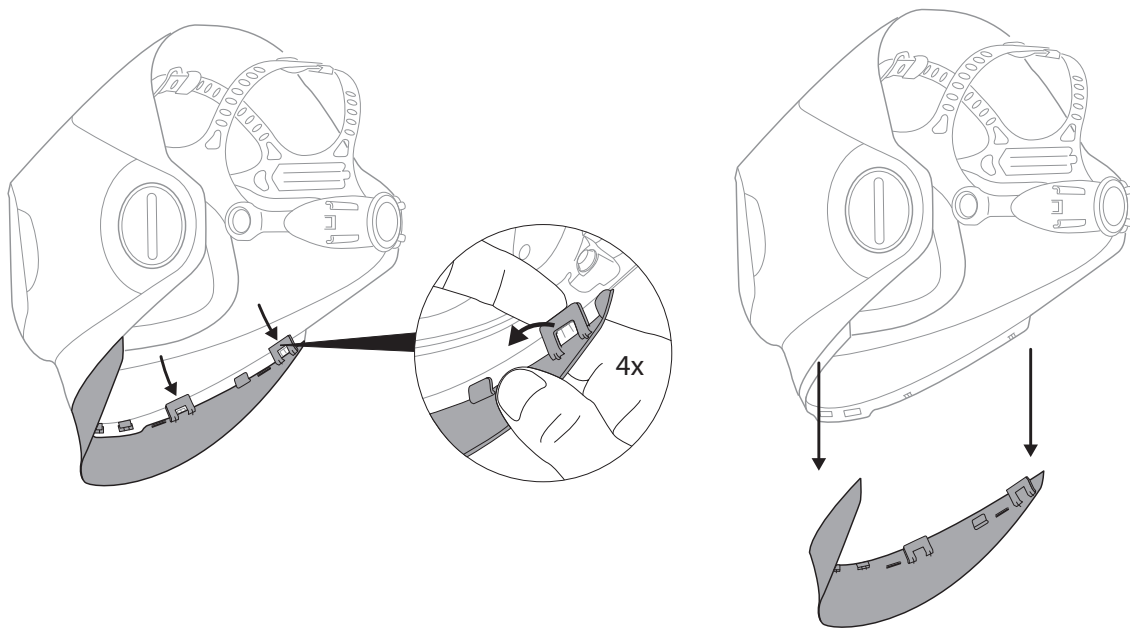
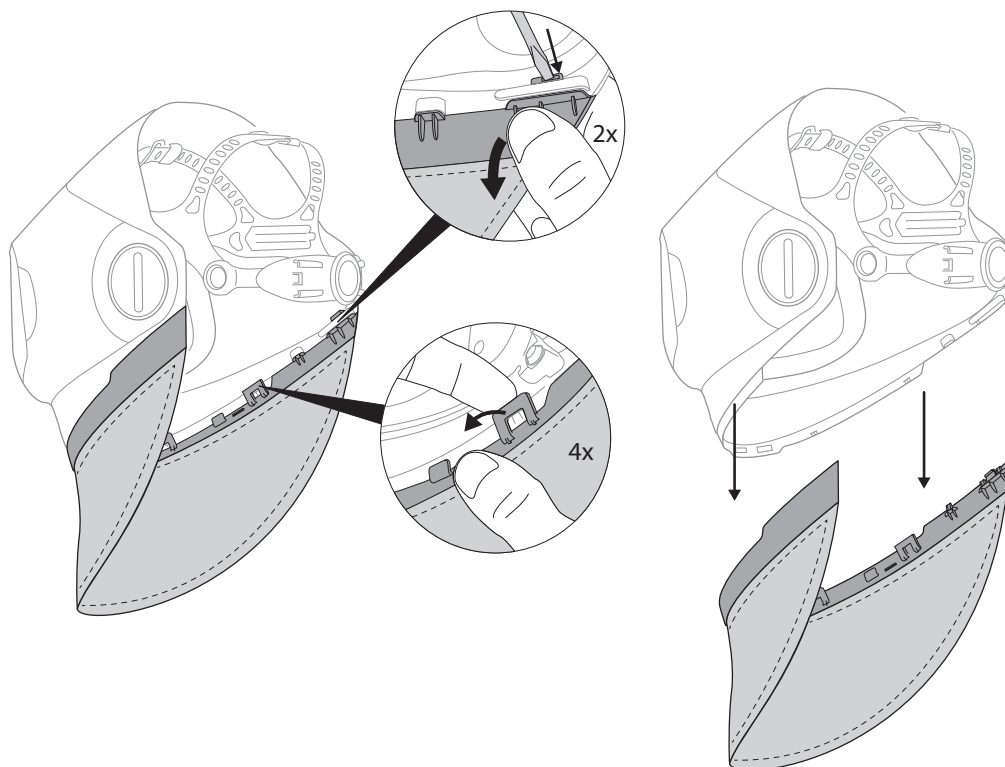

Fig. 30a
Fig. 30e
- Cuando se hayan desenganchado todos los ganchos, se puede sacar el protector para cuello de la careta (Fig. 30a).
- e. Para quitar el protector para cuello de la tela o cuero, se debe utilizar una herramienta pequeña (destornillador o punta pequeña) para empujar los ganchos de retención externos fuera de la careta para soldar (Fig. 30e). Luego, se pueden quitar los 4 ganchos pequeños como en la ilustración, Fig. 30a.